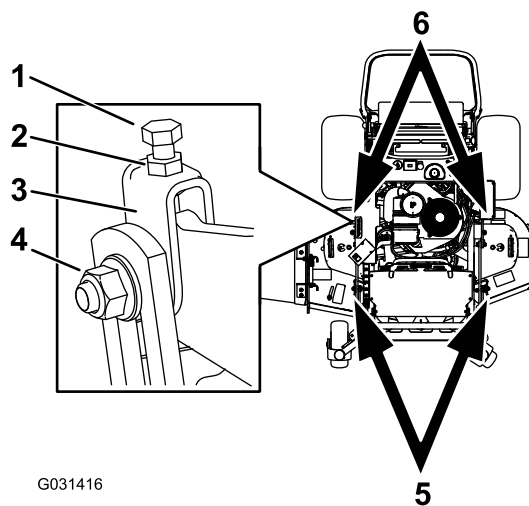

Рисунок 90
1. Ослабьте затяжку контргайки и бокового болта в вилках, которые вы хотите отрегулировать (Рисунок 90).
2. Для регулировки высоты деки газонокосилки поверните верхние болты вилок (Рисунок 90).
5. Если результат измерения неправильный, найдите 2 передние вилки на машине (Рисунок 90).